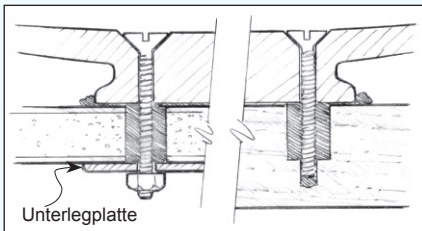

Abbildung 18 Ziehen Sie die Schraube an, bis eine geringe Menge des Epoxidharzes aus der Fuge austritt.
5. Setzen Sie den Beschlag auf. Drehen Sie die Schrauben ein und ziehen Sie diese an, bis eine geringe Menge der Mischung aus der Fuge austritt (Abbildung 18).